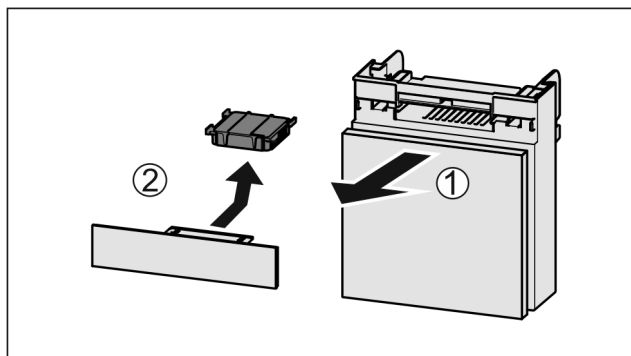

Fig. 45
- ▶ Extraire le compartiment par l'avant Fig. 45 (1).
- ▶ Sortir le filtre à charbon actif Fig. 45 (2).